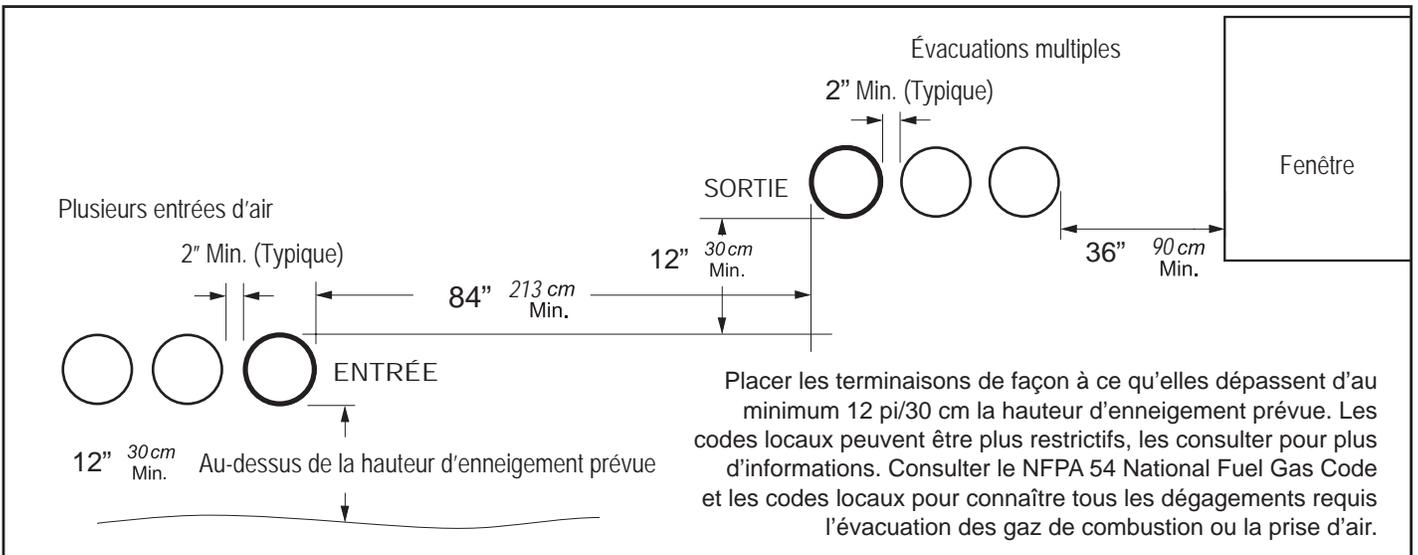

Figure 3. Distances minimales des prises d'air/évacuation murales pour un ou plusieurs appareils. Catégorie III uniquement
4. Si l'appareil est installé sur le même mur que les conduites de prise d'air, consulter la Figure 3 on page 22 pour repérer les emplacements d'installation.
5. En présence de plusieurs kits d'évacuation des gaz de combustion, maintenir une distance horizontale de 213 cm/84 po entre le groupe d'admission et le groupe d'évacuation. (Voir Figure 3)
6. Le conduit d'évacuation des gaz de combustion doit être placé, au minimum, à 30 cm/12 pi verticalement et 213 cm/84 po horizontalement de l'admission d'air. (Voir Figure 3.)